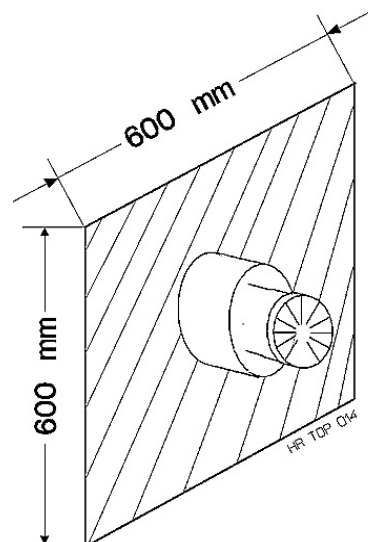

Fig. 15
- Rond de muurdoorvoer mogen zich in een gebied van 600 x 600 mm geen hindernissen (bvb. vensterbank, regenpijp, enz.) bevinden (zie fig. 15).
- Aucun obstacle (p. ex. rebord de fenêtre, tuyau eau de pluie, etc.) ne peut se trouver dans une zone de 600 x 600 mm autour de l'évacuation murale (voir fig. 15).